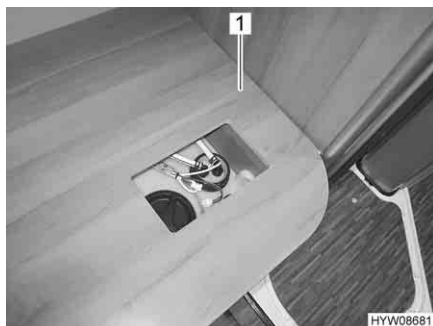
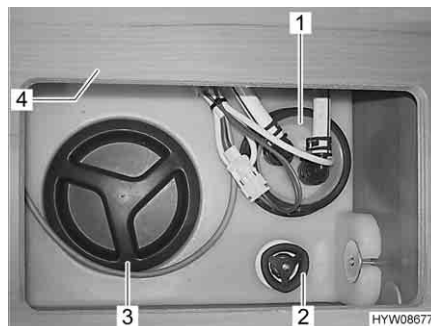

Bild 77 Einbauort Wassertank
Bild 78 Wassertank
**C 600, C 640:** Der Wassertank ist in der linken Bett-Truhe (Bild 77,1 und Bild 78,4) eingebaut.
Durch diese Serviceöffnung sind die Wasserpumpe (Bild 78,1), der Drehgriff (Bild 78,2) und die Reinigungsöffnung (Bild 78,3) zugänglich.